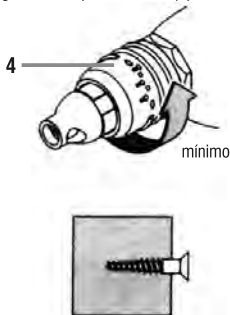

fig.2- Ajuste para que el tornillo entre menos en el material
Para que el tornillo entre menos en el material gire el regulador de profundidad (4) en sentido horario conforme fig. 2.